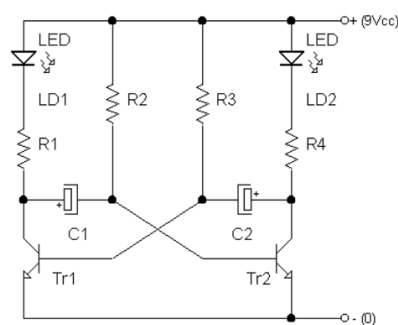
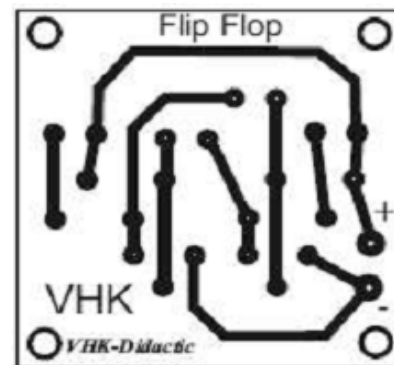

Fig. 1: Circuito electrónico
Fig. 2: Diseño manual en papel
Para la realización de un PCB debemos partir del diseño expresado en el esquema del circuito electrónico correspondiente Fig. 1 y del tamaño de los componentes. Esta actividad puede ser manual Fig. 2 o asistida por computadoras, utilizando en este caso programas específicos.
- 1 Diseño en papel del circuito impreso. Fig. 2.